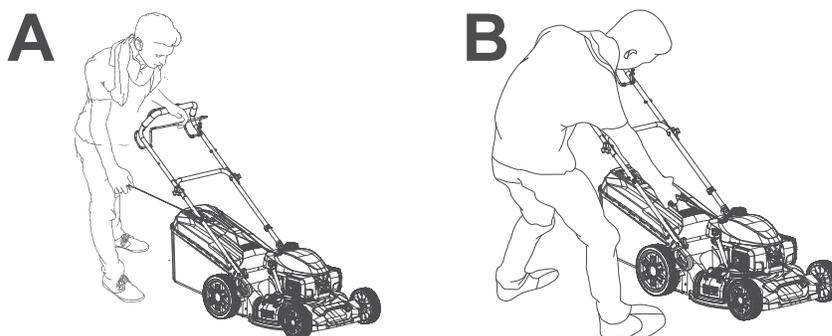

Fig. 24
AVISO! A posição inicial deve ser a descrita no manual de instruções. A Fig. 24 A ilustra a posição inicial definida. O operador deve ligar o motor atrás do guiador superior (1). Não ligue o motor enquanto estiver de pé na parte lateral do produto, conforme ilustrado na Fig. 24 B.